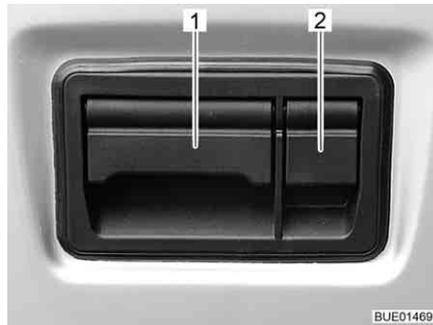

Fig. 31 Serratura dello sportello cofano posteriore, esterno
- Aprire lo sportellino di protezione (Fig. 31,2).
- Tirare verso l'alto lo sportellino (Fig. 31,1) ed aprire il cofano posteriore.